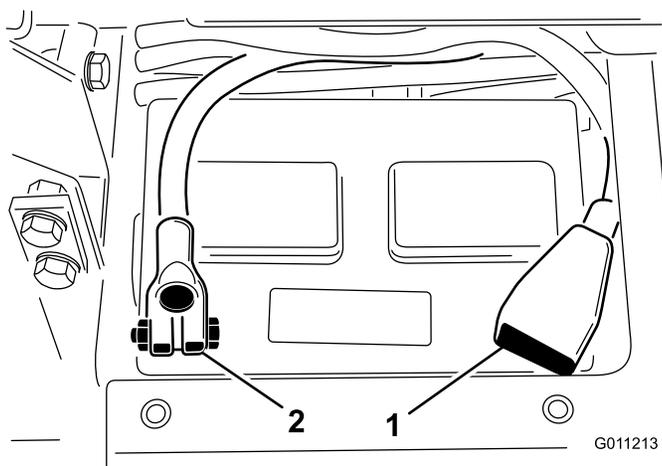

图5
8. 使用螺栓和螺母将正极接线红色连接到正极+ 电池端子负极接线黑色连接到负极- 电池端子 图5。确保正极 (+) 端子尽可能在电极上接线紧贴电池。接线不得与电池盖接触。